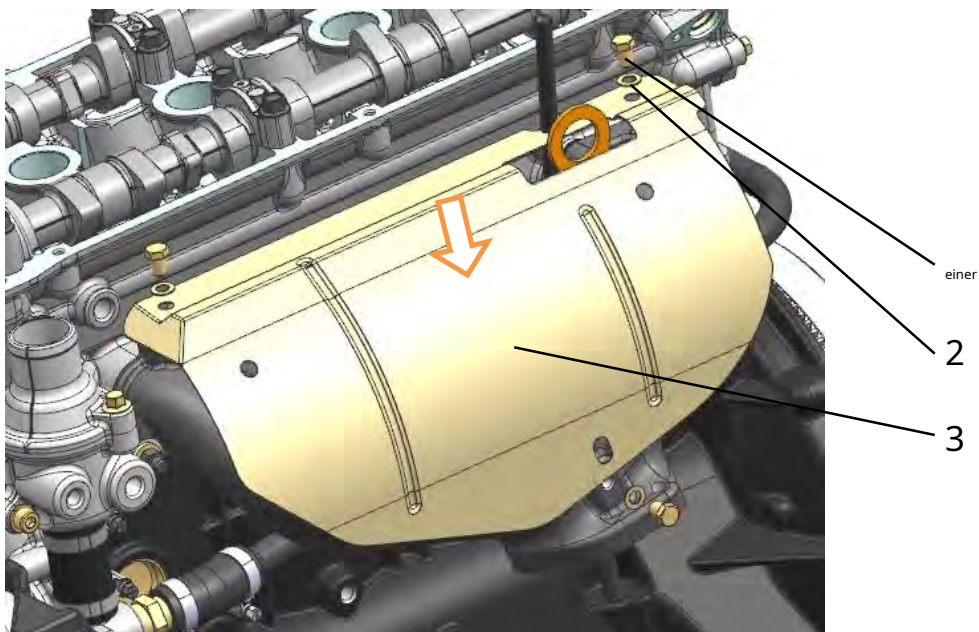

Abb. 177. Montage des Hitzeschildes:
23. Wärmedämmgitter 3 (Abb. 177) montieren und befestigen, festziehen